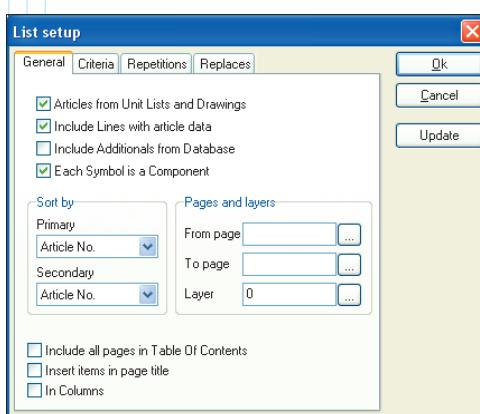

Рис. 39
- 2 Заполняем параметры в диалоговом окне, как показано ниже (рис. 39) и нажимаем *Update*. Если теперь посмотреть на перечень, можно убедиться, что информация из спецификаций чертежей элементов передалась как нужно и перечень полностью соответствует истине.